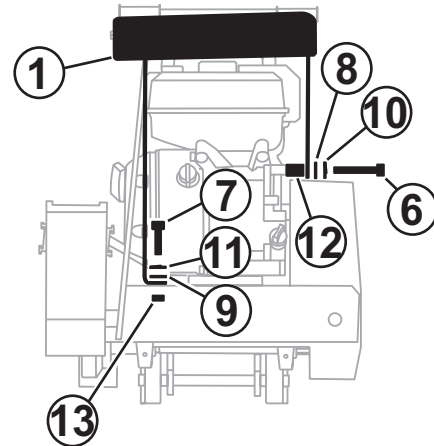

Figure 24. Kit réservoir d'eau (option)
2. Faites coulisser la tablette pour réservoir (élément 1, Figure 24) sur le dessus du moteur de sorte que le démarreur à rappel passe à travers la grande ouverture située dans la tablette. La poignée du démarreur à rappel doit être accessible à travers cette ouverture. Assurez-vous que vous pouvez tirer sur la poignée du démarreur à rappel sans plier ni interférer avec la tablette.
5. Après avoir déterminé la longueur correcte des cales, placez ces dernières (élément 12, Figure 24) entre le bloc moteur et le support de tablette de réservoir et fixez l'ensemble à l'aide des pièces de quincaillerie de 3/8 po (éléments 6, 8 et 10). Utilisez le boulon de la longueur appropriée (élément 6) pour votre application.